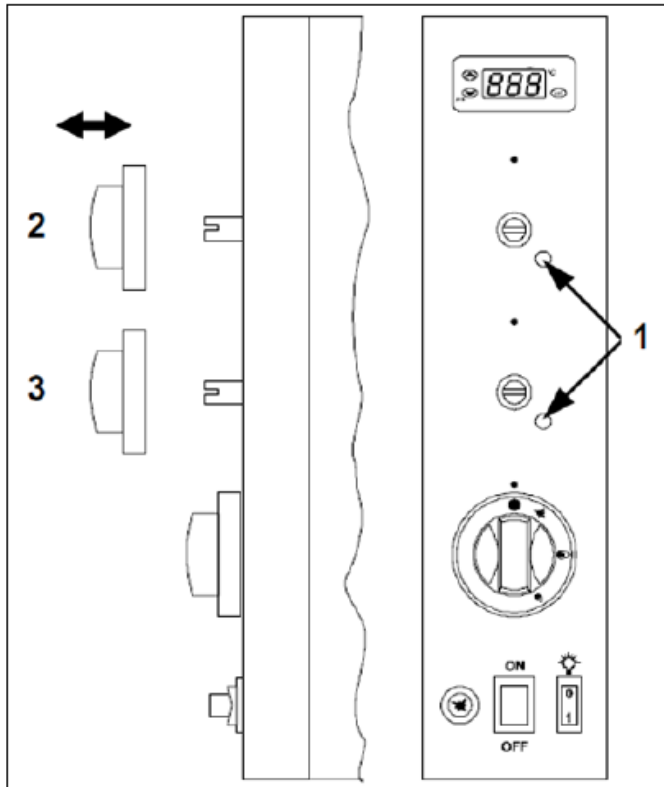

FIG.10
Pour le fonctionnement au gaz liquide (G30 - G31) le minimum est fixé et la vis (FIG.10-Ref.1) serrée, pour l'utilisation d'autres types de gaz le réglage minimum est le suivant :
- Retirer manuellement le bouton du brûleur respectif sur le panneau de commande (FIG.10-Ref.2/3) ;
- Tourner la vis (FIG.10-Ref.1) dans le sens inverse des aiguilles d'une montre 2 ou 3 fois puis fixer à nouveau le bouton ;
- Retirer à nouveau le bouton et serrer la vis (FIG.10-Ref.1) jusqu'à ce que la flamme allumée soit visiblement acceptable ;